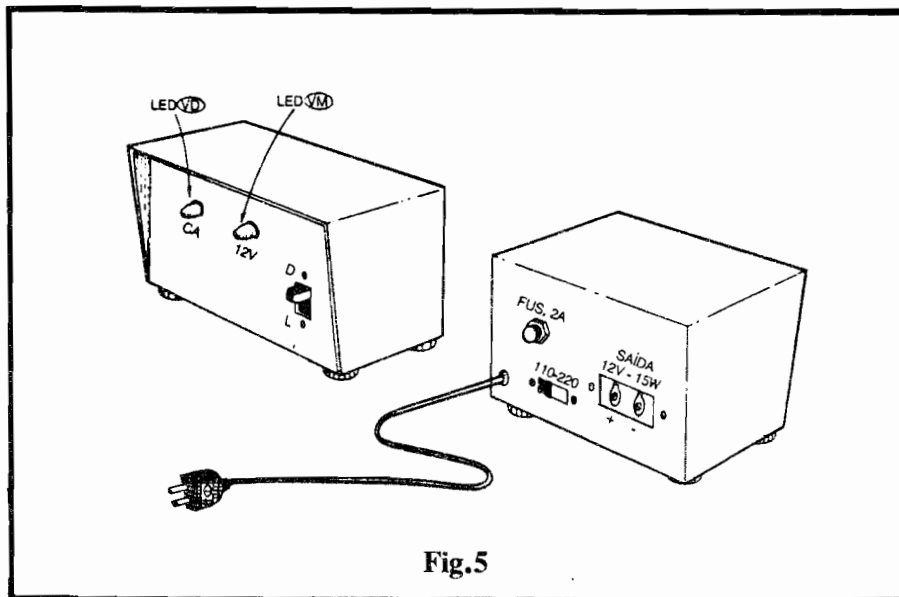

Fig.5
- **FIG. 5 - CAIXA E ACABAMENTO...** - Existem duas opções básicas para o "encaixamento" do circuito do ILPES: ou com a bateria anexa ficando fora da caixa, ou com a tal bateria dentro do **container**... Obviamente que, dependendo da escolha feita para a acomodação da bateria, as dimensões da caixa deverão "acompanhar" os requisitos dimensionais... Em qualquer caso, para que o resultado fique profissional, recomendamos o uso de um **container** robusto, de preferência metálico (ou então com "paredes" de plástico grosso e forte...). A figura sugere o posicionamento da chave "liga-desliga" e LEDs indicadores (no painel frontal), e da chave de Tensão, suporte do fusível e conectores de Saída (estes no painel traseiro). Na base da caixa, é bom fixar-se quatro pés de borracha... No furo de passagem do cabo de força, um ilhós também de borracha, complementa o acabamento profissional... Também é bom demarcar com caracteres transferíveis ou decalcáveis, os controles, chaves, acessos e indicadores, para que tudo, visualmente falando, fique "nos conformes"...